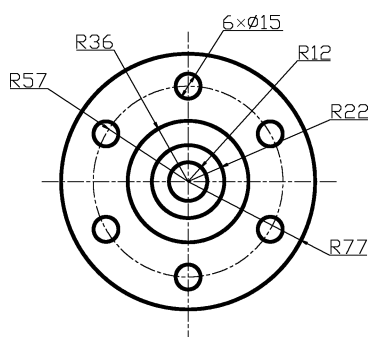

图 4-40 法兰盘示意图
3) 利用本章所学的直线、圆等基本绘图命令和偏移、阵列等编辑命令, 绘制一个法兰盘示意图并保存至指定位置, 如图 4-40 所示。